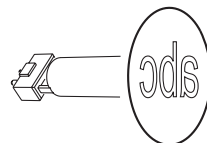

Bild 17. Gobo-Orientierung
Die in Bild 17 angegebenen Orientierungen sind in den meisten Fällen zutreffend. Wenden Sie sich an Ihren Martin-Händler oder den Gobohersteller, wenn Sie Zweifel bezüglich der korrekten Orientierung eines bestimmten Gobotyps haben.
Die richtige Gobo-Orientierung ist sehr wichtig. Befolgen Sie die Richtlinien (Bild 17) beim Einsetzen eines Gobos.
8. Legen Sie das neue Gobo in den Halter. Die dem Leuchtmittel zugewandte Seite zeigt zur Haltefeder (siehe Bild 20 und Bild 17).